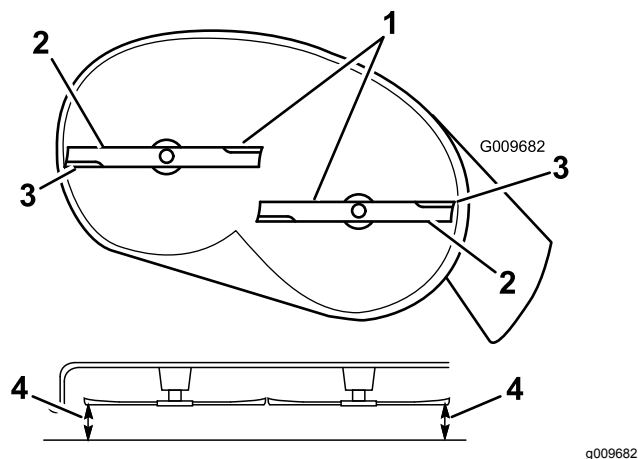
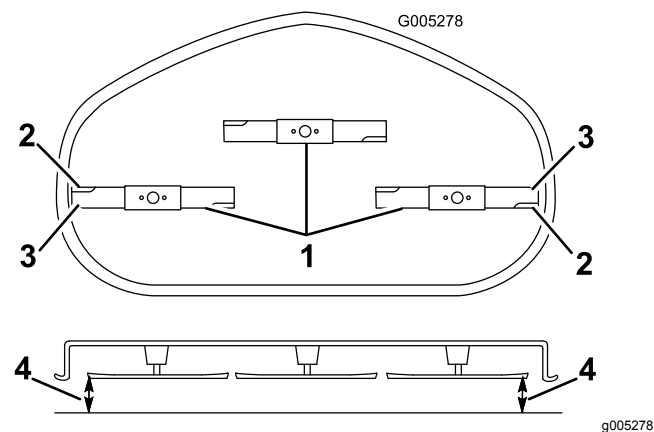

Figura 68
Figura 69
4. Girate con cautela le lame in modo che siano disposte tutte lateralmente (Figura 68 e Figura 69).
5. Misurate la distanza tra i taglienti esterni e la superficie piatta (Figura 68 e Figura 69).